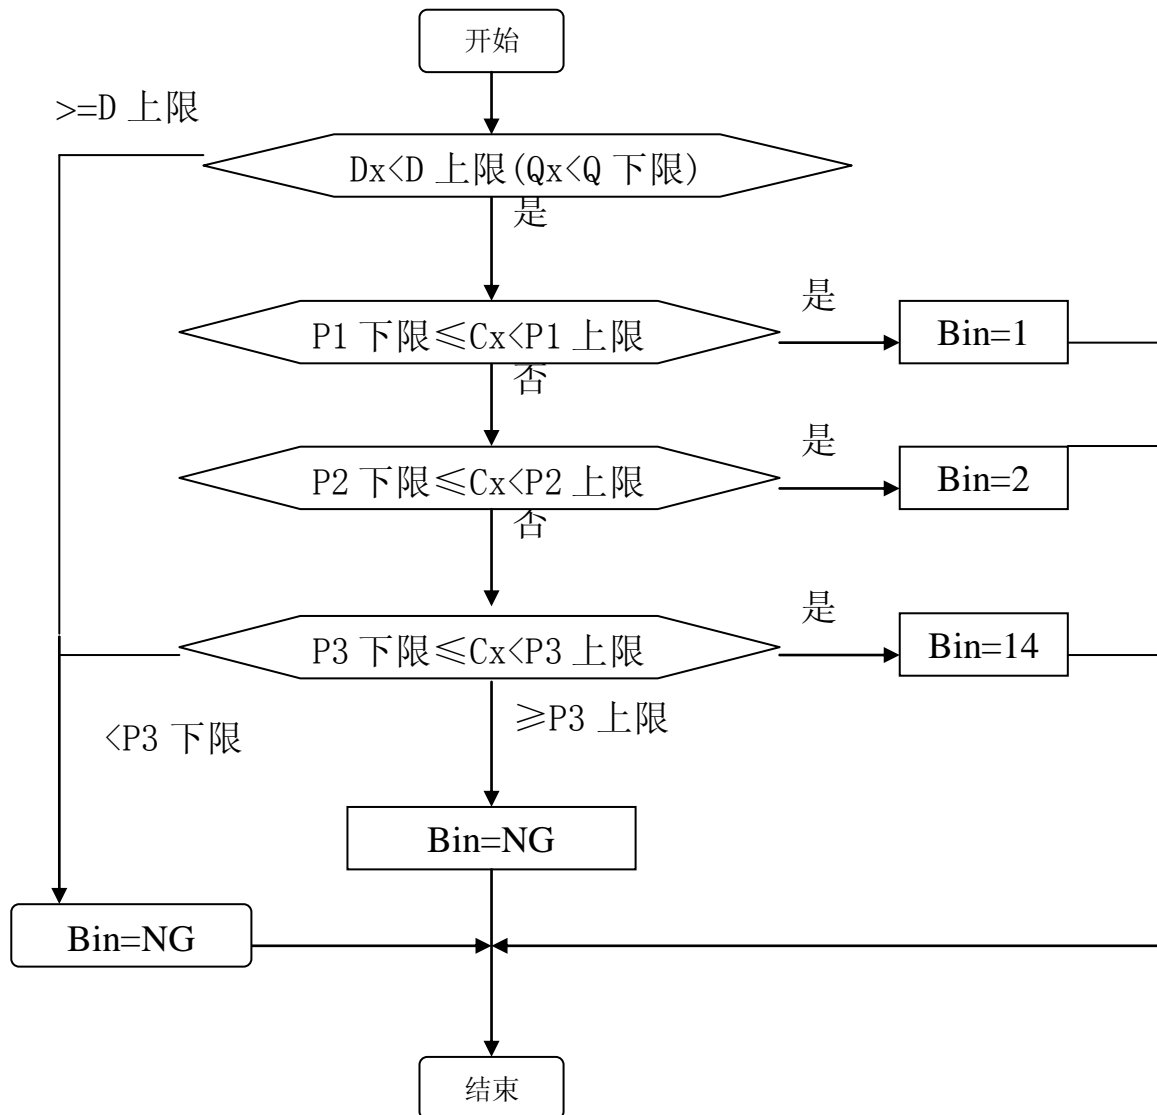

图 7-1：分选流程示意图
- 1> TRIG 触发启动信号，如图 7-1 中 T1，低电平有效，脉宽约为 4—30ms。一个低电平触发信号只能测量一次，若一直为低电平信号，也只能测量一次。
- 2> EOM 测量结束信号，如图 7-1 中 T2，低电平有效，为低时表示分选信号已有效，仅还未显示结果，为高时说明还在对器件进行测量。
- 3> Bin X 分选输出信号，如图 7-1 中 T3，低电平有效，为低时表示分选信号已有效，为高时说明分选信号无效，每次测量时都置分选输出为高电平。